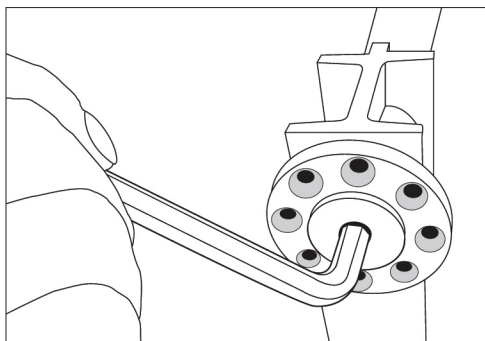

FIGURE 11
2. Ajuste ambas placas de ajuste por 1 o 2 orificios (Fig. 11).